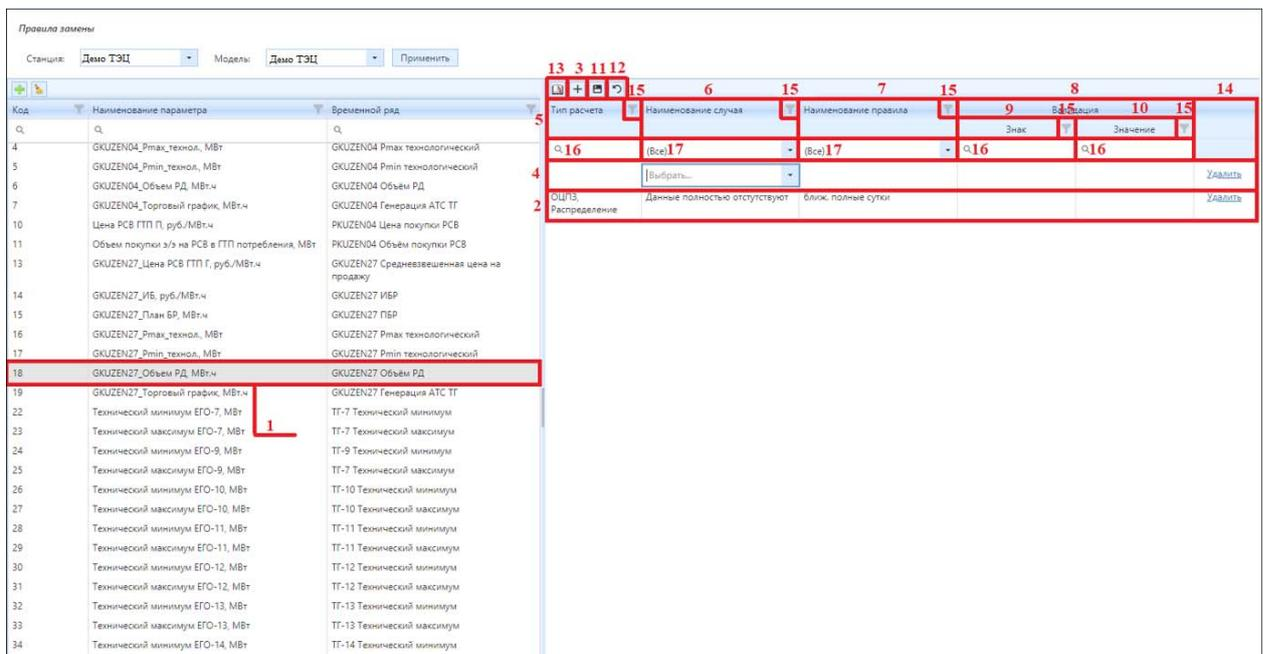
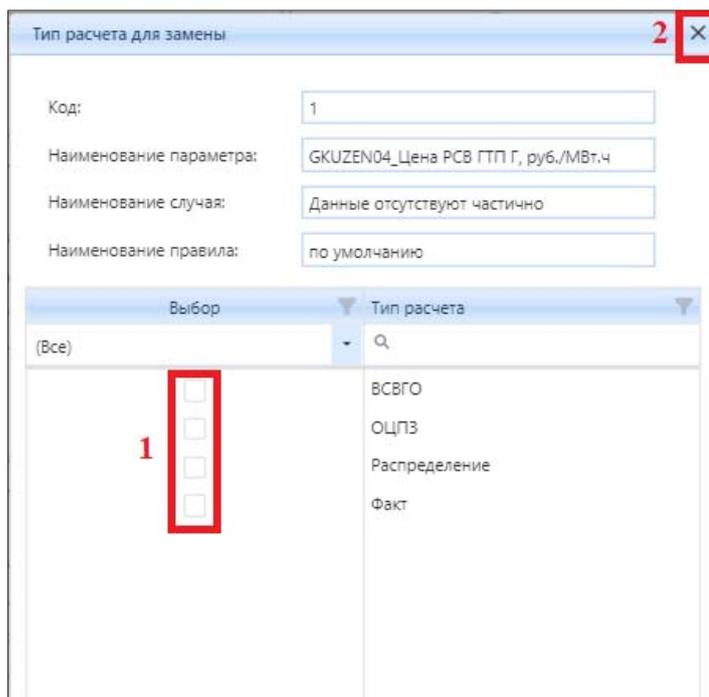

Рисунок 4.2.32 – Настройки валидации параметра
Рисунок 4.2.33 – Внешний вид окна «Тип расчета для замены»
Для просмотра настроек правил и случаев замены записи выберите из списка необходимый параметр (выделенная строка отобразится серым цветом (блок 1) (на рис. 4.2.32)). В левой стороне экрана уже была добавлена запись с настройками в строке (2) (рис. 4.2.32) для выбранного параметра. Рассмотреть настройки в колонках предлагается на примере создания новой записи.
Для создания новой записи с настройками случая и правила замены нажмите на кнопку (3) «Создать строку» (рис. 4.2.32). Автоматически появится строка (4) для записи настроек. В колонке (6) «Наименование случая» (рис. 4.2.32) выберите из выпадающего списка наименование случая для замены.
Настройка валидации значения параметра осуществляется в колонке (8) «Валидация» (рис. 4.2.32). В колонке (7) «Наименования правила» (рис. 4.2.32) выберите из выпадающего списка наименование правила, по которому будет осуществляться замена параметра.
В колонке (8) «Валидация» (рис. 4.2.32) осуществляется отдельная настройка для случая «значение параметра выходит за указанный в настройках валидации интервал» совместно с правилом «по умолчанию». В колонке (9) «Знак» (рис. 4.2.32) укажите математический символ «>» для настройки «Макс» или «<» для настройки «Мин» в справочнике «Параметры внешних систем». В колонке (10) «Значение» (рис. 4.2.32) введите число в процентном соотношении, которое является отклонением от минимального или максимального значения (*например: если в справочнике настроена запись «Мин» указано 100, в валидации стоит знак «<» и значения «20»%, соответственно когда из БД пришли данные параметра меньше 80, то значение в исходных данных Системы возьмется, настроенное во временном ряде, по умолчанию*). После внесения настроек в колонках для сохранения новой записи (4) (рис. 4.2.32) нажмите на кнопку (11) «Сохранить» (рис. 4.2.32) или на кнопку (12) «Отменить изменения» (рис. 4.2.32) для отмены внесенных изменений.
Далее для созданной записи необходимо осуществить привязку к типу расчета. Для этого выберите запись с настройками правил и случаев замены нажатием левой кнопкой мыши (выделенная строка отобразится серым цветом). Нажмите на кнопку (13) «Тип расчета» (рис. 4.2.32). После нажатия появится окно «Тип расчета для замены» (рис. 4.2.33). В данном окне установите признак в колонке (1) «Выбор» (рис. 4.2.32) напротив необходимого типа расчета, представленного в колонке «Тип расчета». Затем нажмите на кнопку (2) «Закреть» (рис. 4.2.32). В колонке «Тип расчета» (блок 5) (рис. 4.2.32) автоматически появится выбранный тип расчета, для которого будет применяться настроенное правило и случай замены параметра.
Для удобства и оперативности просмотра информации о настройках в записи реализованы вспомогательные кнопки и поля. В колонках с именем, присутствует кнопка (15) «Отфильтровать» (рис. 4.2.32), предназначенная для фильтрации отображаемой информации. В поле (17) на рис. 4.2.32 реализован выпадающий список, который выводит информацию о всех наименованиях случая в колонке «Наименование случая» или о наименованиях правил в колонке «Наименование правила». Строка поиска (16) (рис. 4.2.32) предназначена для оперативного поиска информации, хранящейся в определенной колонке.
Для редактирования настроек выберите необходимую строку с записью (выделенная строка отобразится серым цветом). Нажмите двойным кликом мыши на определенную запись с настройкой, которую необходимо изменить. Внесите изменение в записи. Нажмите на кнопку (11) «Сохранить» (рис. 4.2.32) для сохранения внесенных изменений. Для отмены редактирования записи нажмите на кнопку (12) «Отменить изменения» (рис. 4.2.32).
Для удаления записи с настройкой случая и правила замены параметра выберите необходимую строку с записью (выделенная строка отобразится серым цветом). Нажмите на ссылку «Удалить» в безымянной колонке (14) (рис. 4.2.32). После нажатия выбранная запись подсветится зеленым цветом, а ссылка «Удалить»